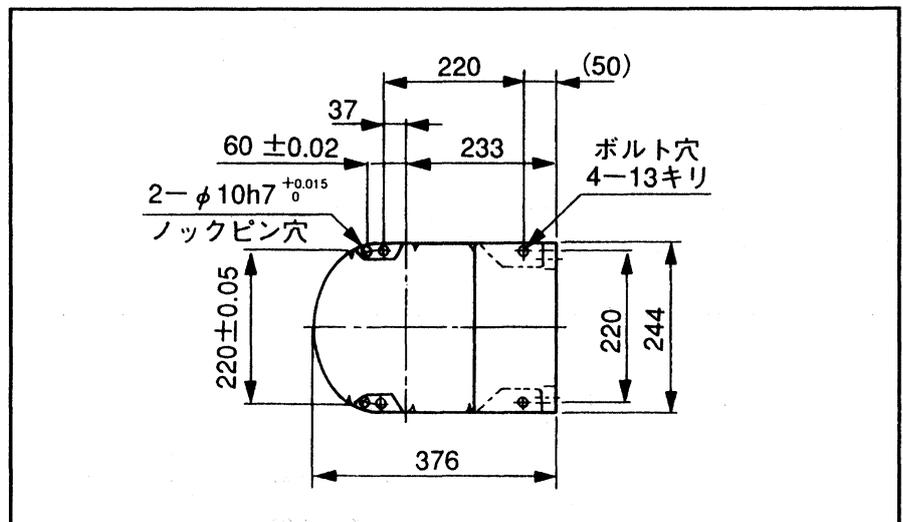

図5-58 TA型の固定ボルト、ピン穴位置 (ロボットベースの裏面寸法)
- ①設置台のロボット固定位置に図5-58の寸法に従って、ボルト穴(M12:並目)4ヶ所、ロックピン穴2ヶ所を開けてください。
- ②ロボットをロボット運搬方法に従って、設置位置に置いてください。
- ③並行ロックピンφ10、2本を打ち込んでください。